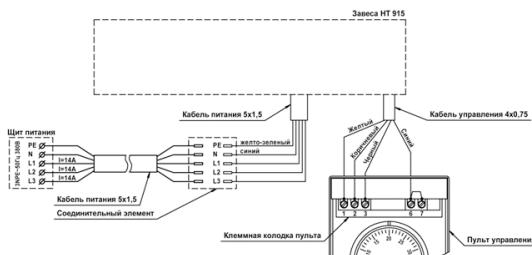

Рис. 4
- подключить к клеммной колодке пульта кабель управления, выведенный из завесы, в соответствии со схемой, указанной на рис. 4 и на корпусе завесы.
- Подключение к стационарной электросети производится в соответствии со схемой, указанной на рис. 4 и на корпусе завесы.